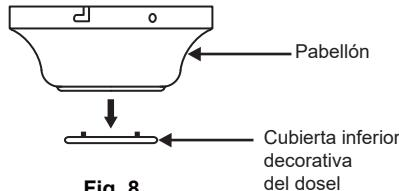

Fig. 8
**Paso 1.** Retire la cubierta inferior del dosel decorativo del dosel. (Fig. 8)